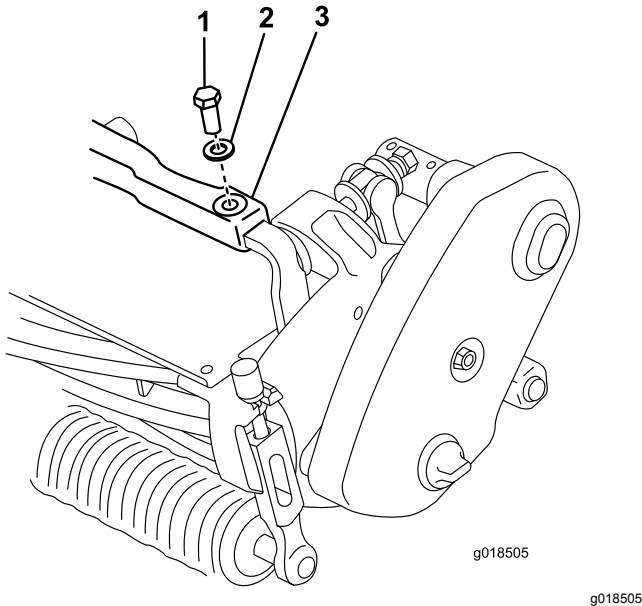

Figura 1
2. Retire el perno y la arandela que sujetan el extremo izquierdo del bastidor delantero a la pestaña de la parte superior de la unidad de corte (Figura 1).